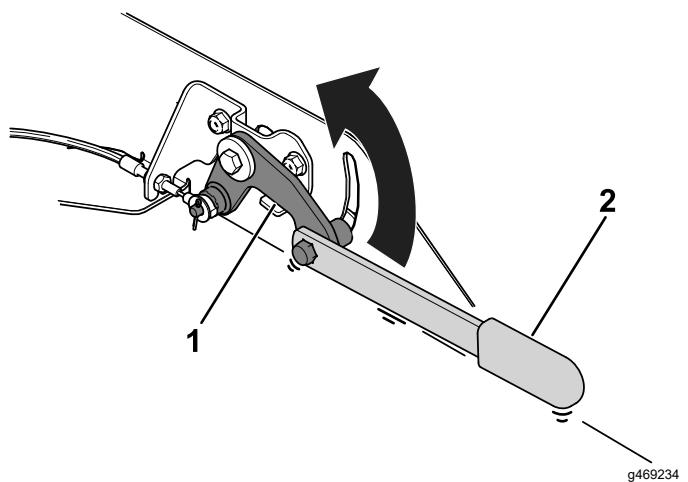

Figura 39
- C. Coloque la palanca sobre el mecanismo de liberación del freno, muévalo hacia arriba en la ranura para desactivar el freno de estacionamiento (Figura 39), y apriete la tuerca para mantener el freno de estacionamiento desactivado mientras se remolca la máquina.